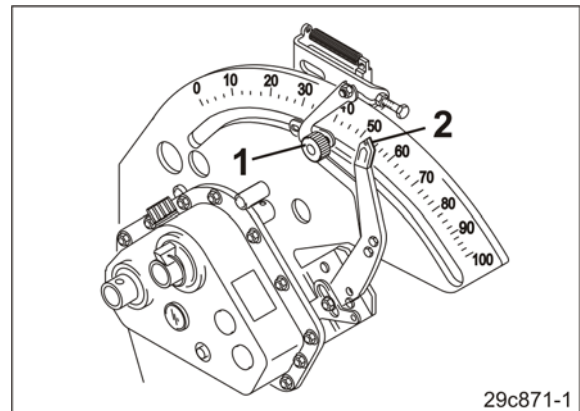

Fig. 155
3. Den Arretierknopf (Fig. 155/1) lösen.
5. Den Zeiger (Fig. 155/2) des Getriebehebels **von unten** auf den Getriebe-Einstellwert stellen.